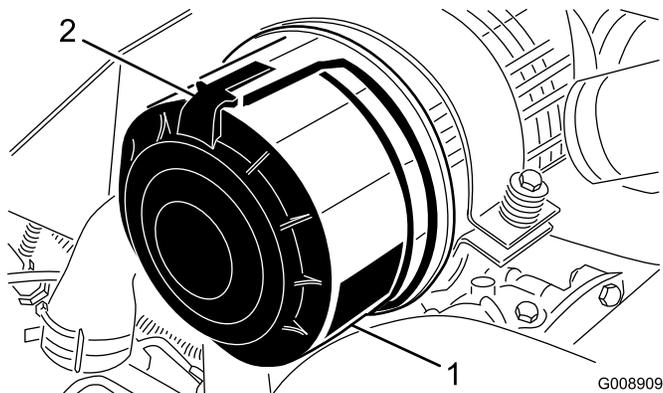

Figura 43
1. Liberte os trincos que fixam a cobertura do filtro de ar ao respectivo corpo (Figura 43).